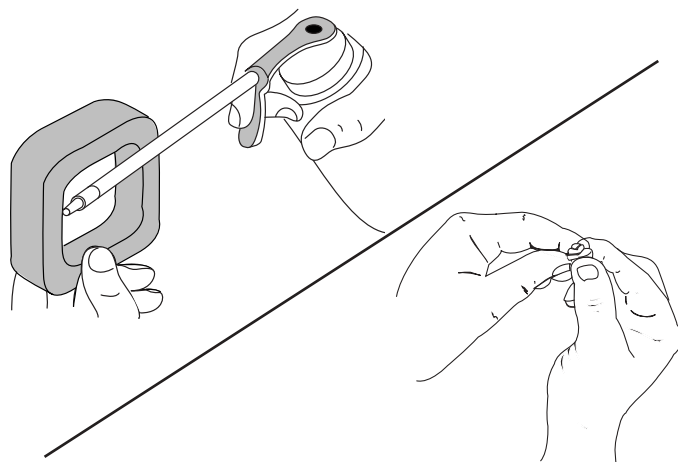

Fig. 26
4. Appliquez une quantité suffisante d'huile moteur propre SAE 30 pour enduire légèrement le filtre (Fig. 26).
5. Pressez le filtre pour répandre et drainer l'excédent d'huile (Fig. 26).